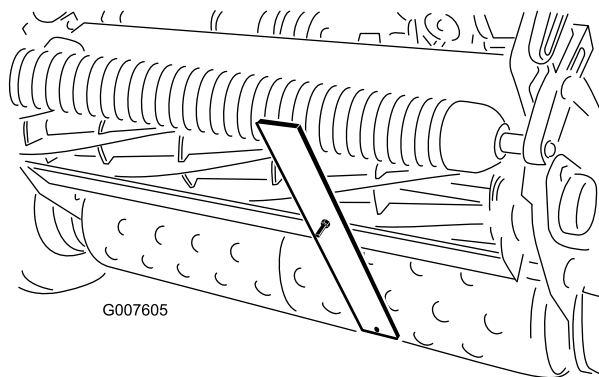

図 43
4. ゲージバーのネジ頭を下刃の先端に引っかけ、バーの後端を後ローラに当てがう（図 43）。